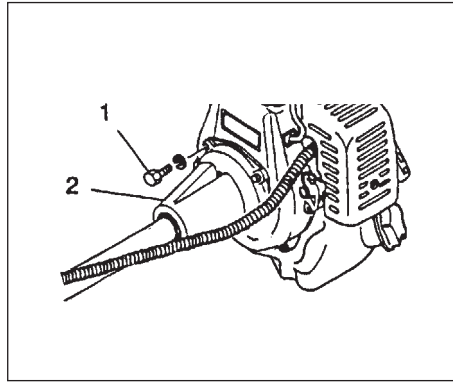

Fig. 1-1B
#### Drivaxel till motor gällande CG47EJ (T) (Fig. 1-1B)